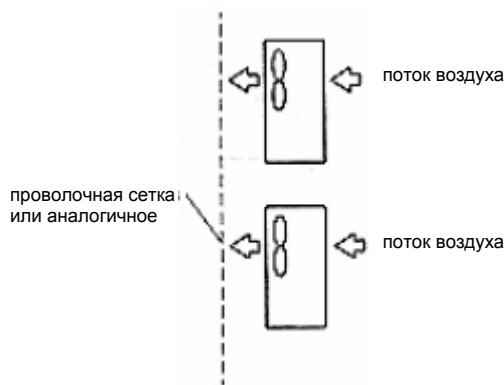
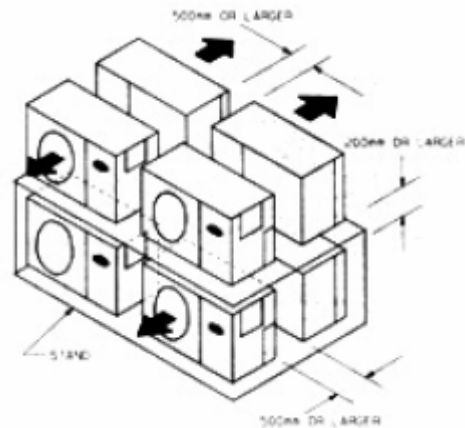

Рис. 6 Монтаж на крыше
Рис. 7 Минимально необходимые зазоры
- 3) **УСТАНОВКА НА КРЫШЕ** – Установка производится на горизонтальной платформе или раме. При установке рядом нескольких блоков сторону выхода воздуха следует держать открытой как показано на рис. 6. При применении монтажного основания обеспечьте требуемые свободные пространства (см. рис.7). Изготовленное основание должно иметь достаточную жесткость.